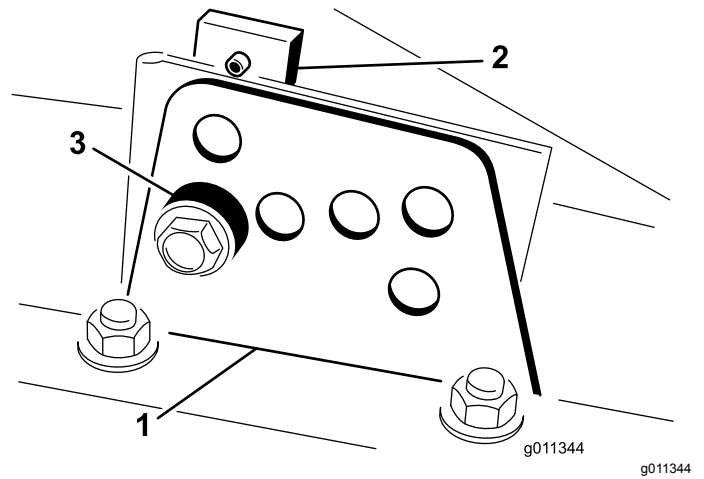

Figura 24
2. Afloje el perno que sujeta cada soporte de altura de corte a la pletina de altura de corte (delante y en cada lado), tal y como se muestra en la Figura 24.
4. Sujetando la cámara, retire el espaciador (Figura 24)